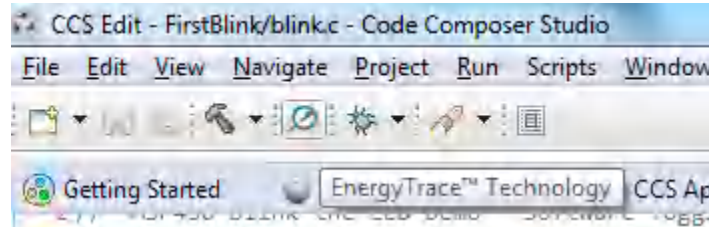

图 4-2. 工具栏菜单中的 EnergyTrace 按钮
2. 按下工具栏菜单中的“EnergyTrace Technology”按钮（请参阅图 4-2）。您无需构建或启动调试会话。